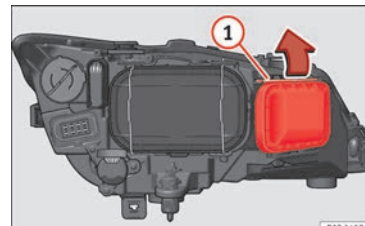

Bild 107 Glödlampa för helljusstrålkastare
- För öglorna » **bild 107** ① i pilens riktning och ta bort locket.